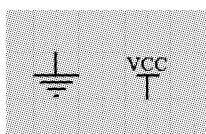

图 3-5 原理图中使用的电源符号
(6) 电源符号：这里的电源符号只是标注原理图上的电源网络，并非实际的供电器件。图 3-5 所示为原理图中采用的一个电源符号，通过导线和该电源符号连接的管脚将处于名称为 VCC 或者 GND 的电源网络中。